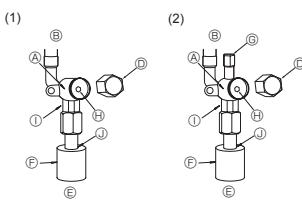

Fig. 5-5
- (1) Strona cieczowa (Fig. 5-5)
① Zdejmą korek i obrócić do oporu trzpień zaworu w kierunku przeciwnym do ruchu wskazówek zegara za pomocą klucza imbusowego 4 mm. Przerwać obracanie po osiągnięciu ogranicznika.